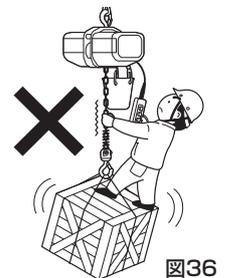
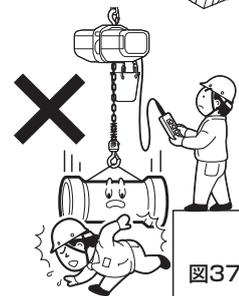
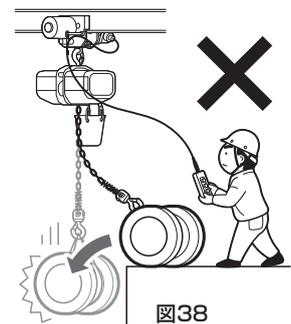

図36
図37
図38
- (1)電気チェーンブロックを設置する場所に十分な強度があることを確認してください。
- (2)定格荷重を超える荷は、絶対につらないでください。
- (3)損傷を受けたり、異音や異常振動がする電気チェーンブロックを運転しないでください。
- (4)つった荷に人は乗らないでください。また、人の乗る用途には絶対に使用しないでください。(図36)
- (5)つり荷の下に入らないでください。
- (6)つり荷の動く範囲に人がいるときは、運転しないでください。
- (7)人の頭上を越えて荷を運転しないでください。(図37)
- (8)上下フックに損傷や変形があるものは使用しないでください。
- (9)フックの外れ止め金具が破損したままでは絶対に使用しないでください。
- (10)ロードチェーンが変形したり傷ついたチェーンブロックは絶対に使用しないでください。
- (11)ロードチェーンを鉄板等の角に当てて操作しないでください。
- (12)ロードチェーンを荷に巻き付けて使用しないでください。
- (13)わずかな高さ・段差でも荷がガタンと落下するような衝撃荷重操作は絶対にしないでください。(図38)
- (14)使用前にブレーキの動作を確認し、ブレーキが確実に作動しないときは運転しないでください。
- (15)ロードチェーンに次の異常があるときは絶対に使用しないでください。
- (16)電気チェーンブロック本体やトロリをストッパや構造物に衝突させないでください。
- (17)つり荷をほかの構造物や配線などに引っ掛けしないでください。
- (18)電気チェーンブロック本体が何かに当たった状態、本体を固定した状態で使用しないでください。